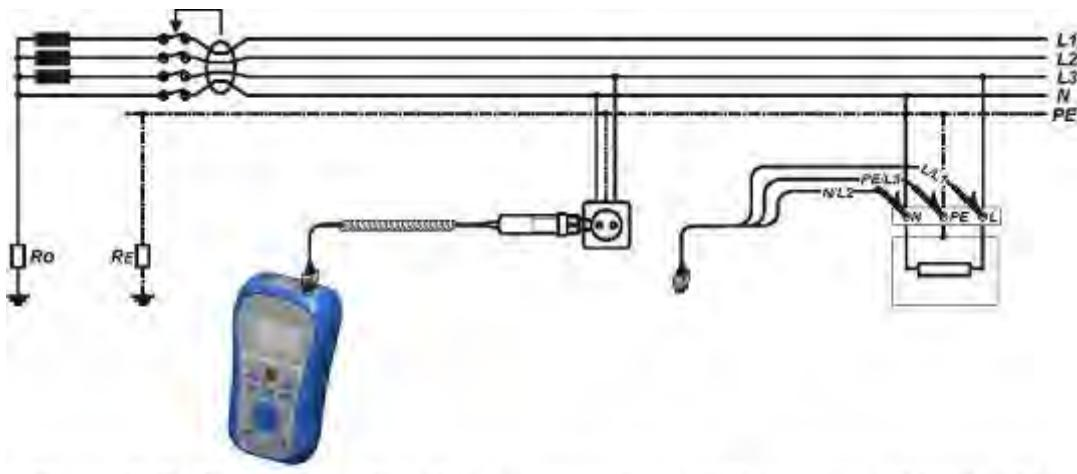

Рисунок 5.2: Подключение щупа коммандер и универсального тестового кабеля
- Подключите** измерительные щупы к тестируемому устройству (см. рисунок 5.2).
- **Подключите** измерительные щупы к тестируемому устройству (см. рисунок 5.2).
<ul style="list-style-type: none"> <li>□ Выберите функцию RCD при помощи переключателя функций.</li> <li>□ Выберите подфункцию AUTO.           <ul style="list-style-type: none"> <li>□ Установите тестовые параметры (при необходимости).</li> <li>□ Подключите тестовый кабель к верхней части прибора.</li> <li>□ Подключите измерительные щупы к тестируемому устройству (см. рисунок 5.2).</li> <li>□ Нажмите клавишу TEST для выполнения измерения.</li> </ul> </li> </ul>	Начало проверки